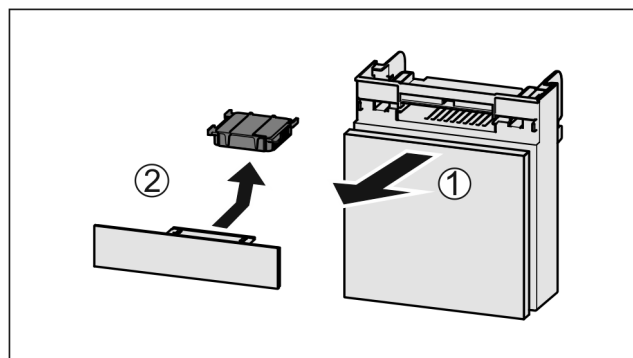

Fig. 245
- ▶ Fach nach vorne herausziehen Fig. 245 (1).
- ▶ Aktivkohlefilter entnehmen Fig. 245 (2).